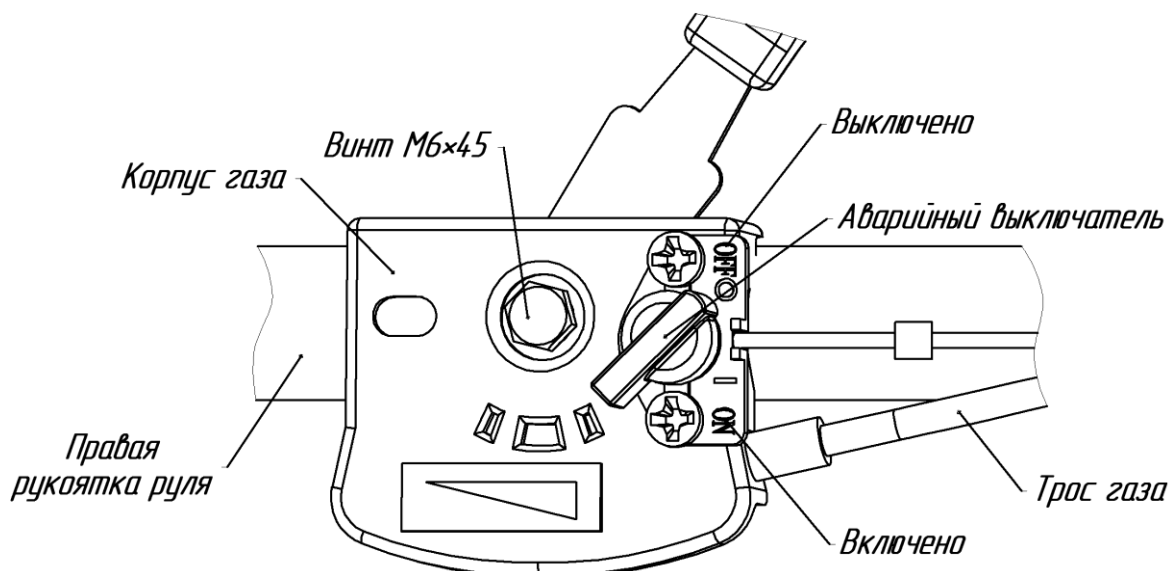

Рис.12. Механизм управления дроссельной заслонкой (газом) двигателя.
- установить ручку газа на рукоятке руля в положение "O" ("СТОП") (рис.10) или аварийный выключатель в положение "OFF" (рис.12);